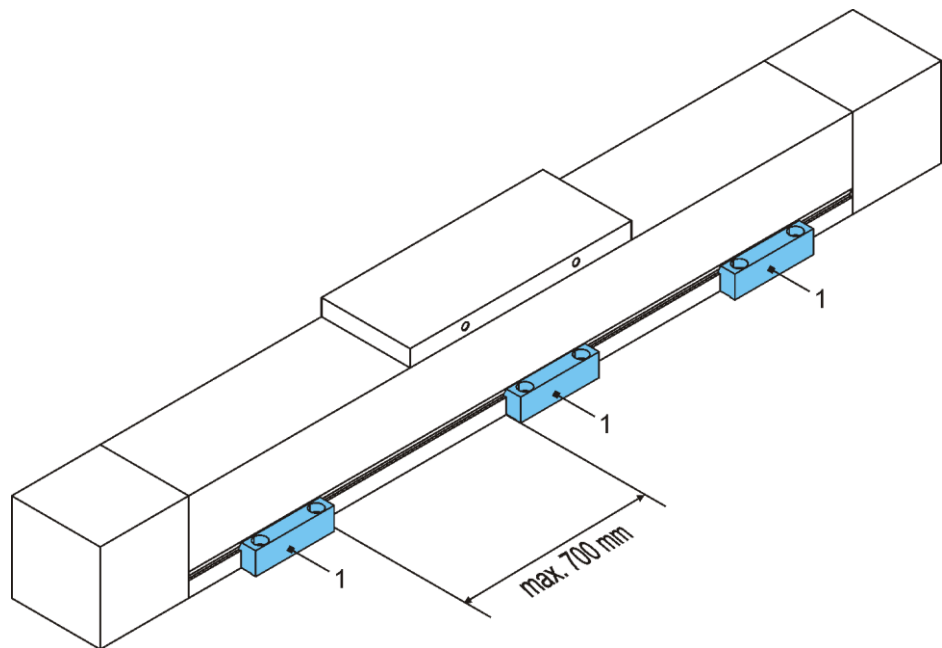

Figure 2: Pattes de fixation (1)
1. Fixer les pattes de fixation (1) en position sans serrer (figure 2).
3. Serrer les pattes de fixation (1)